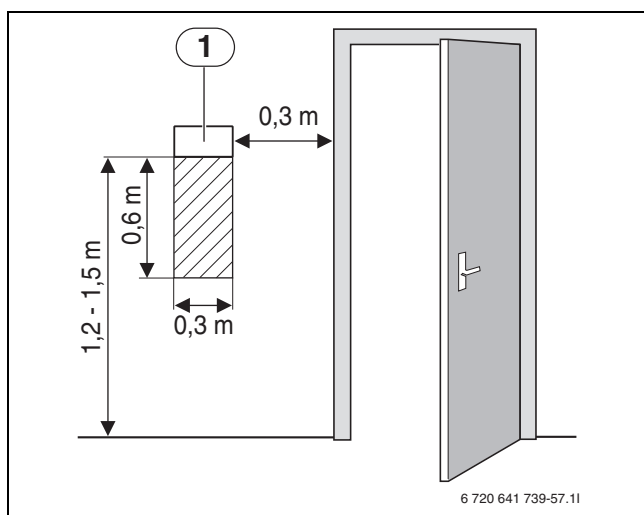

Fig. 10 Lieu de montage recommandé pour la sonde de température ambiante
- ▶ Circulation dégagée de l'air ambiant sous la sonde de température ambiante (dégager la surface hachurée → fig. 10).